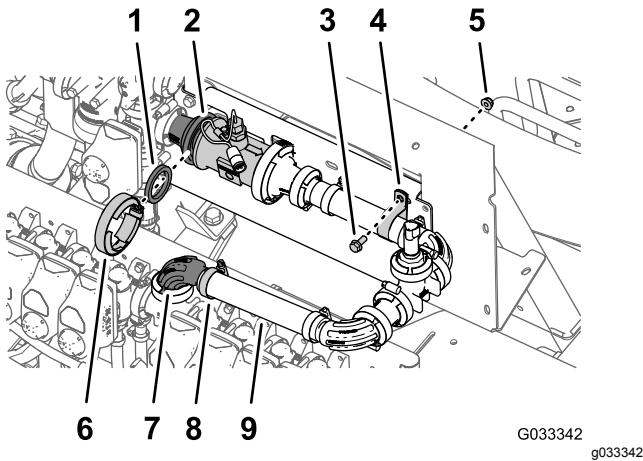

Figura 126
1. Alinee la junta (2¼") entre el caudalímetro y el racor reductor que está instalado en el lado derecho de la válvula maestra de control (Figura 126).
2. Ensamble provisionalmente la junta, el caudalímetro y el racor reductor (Figura 126) con una abrazadera para bridas de 76 mm.
3. Ensamble provisionalmente el extremo libre de la manguera (1 x 8½") sobre el acoplamiento con brida de 90° (1") con una abrazadera (Figura 126).
4. Sujete el transductor de presión y el distribuidor al soporte del distribuidor usando una abrazadera en R, un perno con arandela prensada (5/16" x ¾") y una contratuerca con arandela prensada (5/16"), según se muestra en Figura 126.